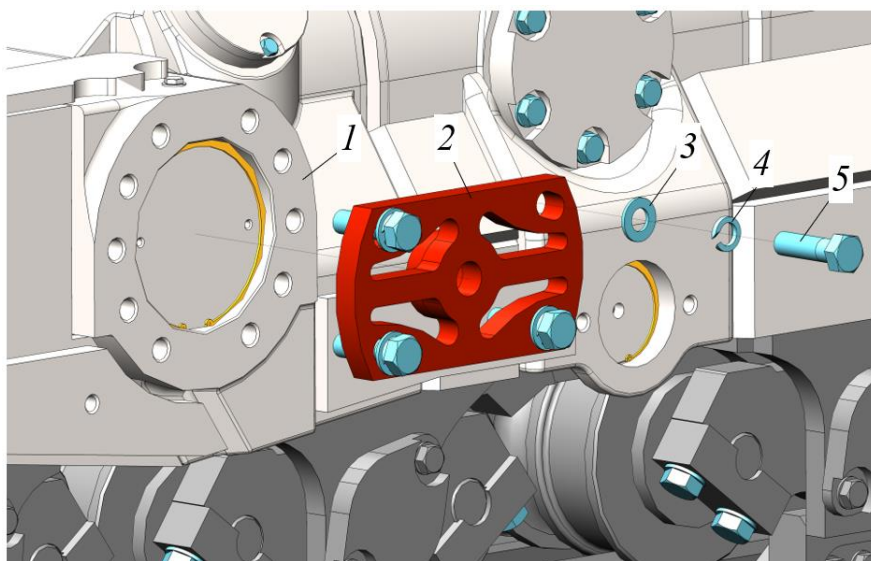

Рисунок 3.127. Демонтаж крышки
Демонтаж крышки (рис. 3.127)
- 8) смонтировать защитные крышки на гусеничные тележки, см. рис. 3.127.